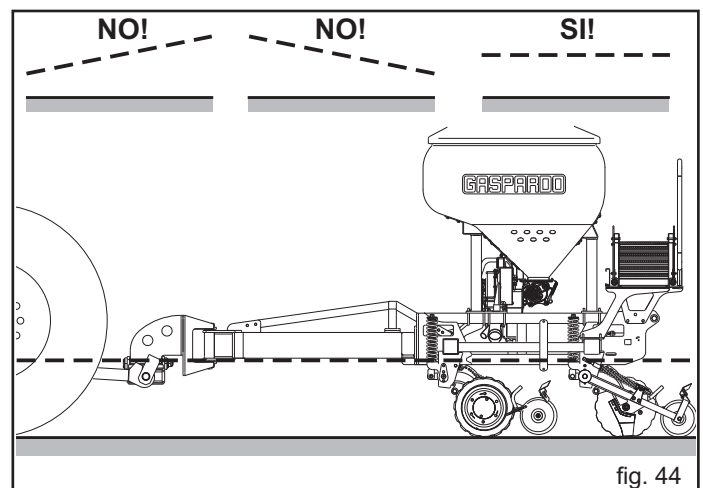

fig. 44
- 5) Controlar que la máquina trabaje con el bastidor horizontal (Fig. 44); sólo en esta posición la carga de la máquina se reparte de igual manera sobre las dos series de sembradoras.